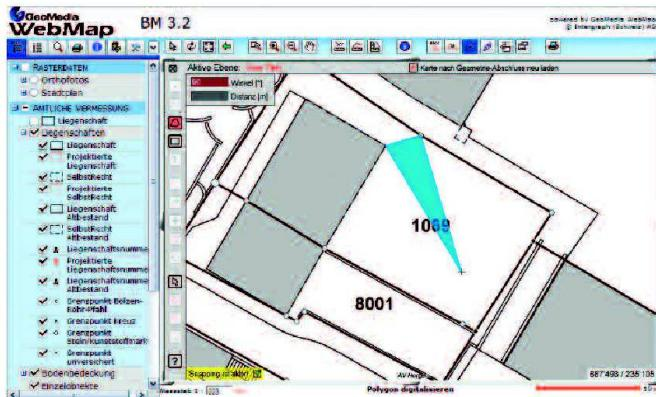

Abb. 5: Konstruktionswerkzeug (Winkelsperre).
- Konstruktionshilfen beim Erfassen von Geometrien: Beim Digitalisieren von Polylinien oder Polygonen können Segmente in einem fixen Winkel (Winkelsperre) oder einer fixen Distanz (Distanzsperre) erfasst werden (Abb. 5).